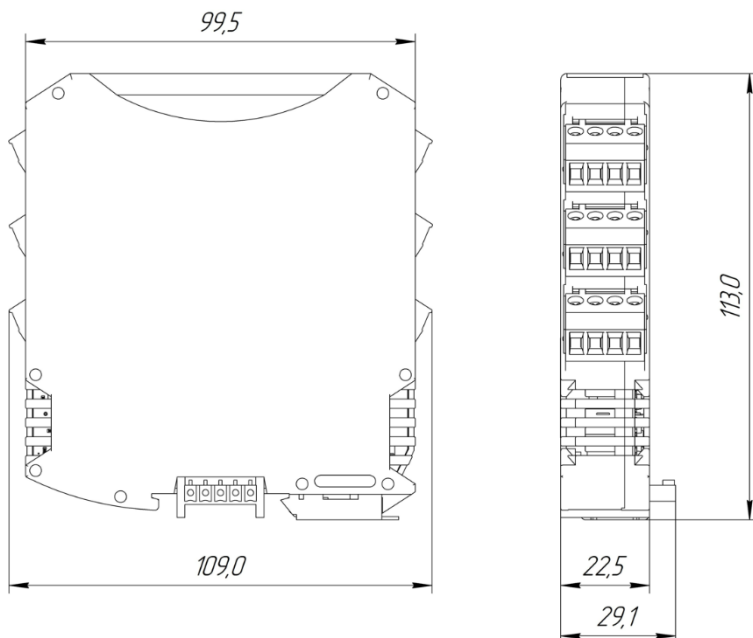
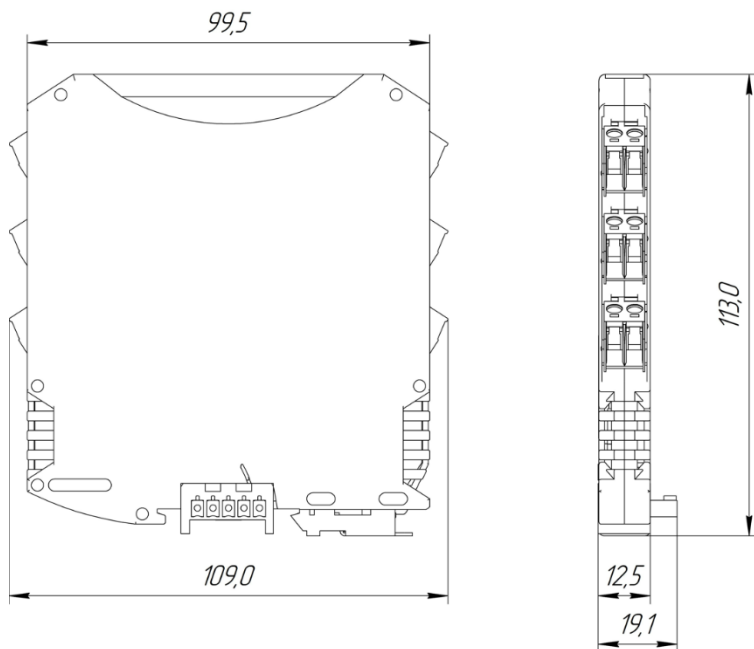

Рис. 1.5. Габаритный чертеж преобразователя в стандартном корпусе
Рис. 1.6. Габаритный чертеж преобразователя в узком корпусе
Преобразователи NT-1I-4-20-D-2H, NT-2I-4-20-2H, конструктивно выполнены в стандартном корпусе (см. рис. 1.5).
Преобразователь NT-1I-4-20-1H, конструктивно выполнен в узком корпусе (см. рис. 1.6).
- габаритные размеры преобразователей приведены на рис. 1.5 и рис. 1.6;